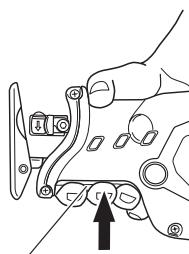

Fig. 14
(3) La posición de la base puede ajustarse en tres etapas. Mueva la base a un intervalo de aproximadamente 15 mm, encuentre la posición en que la base queda enganchada, y presione hacia adentro la palanca de base con los dedos. Al escuchar un chasquido significa que la base ha quedado asegurada. (Fig. 14)